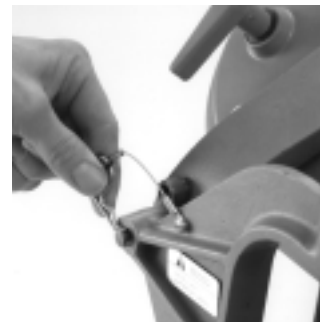

Figura 7B
- B. Instale el clip de seguridad y baje la sierra suavemente hasta que se apoye en la pieza de trabajo (Figura 7B).